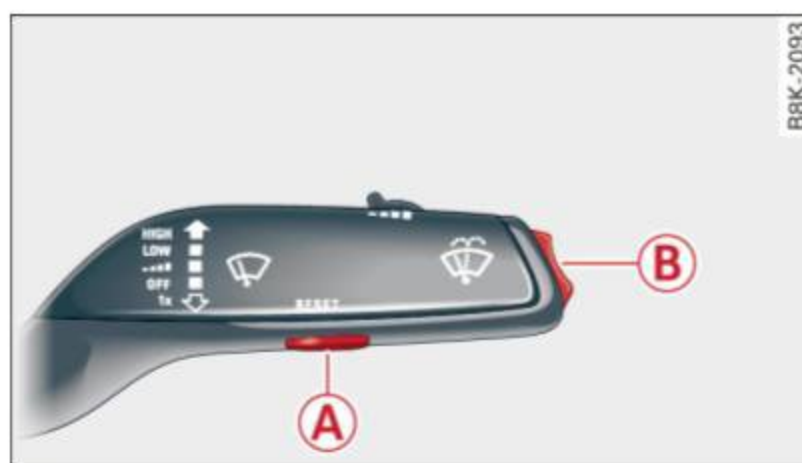

Fig. 11 Levier d'essuie-glace : commandes de l'ordinateur de bord
Vous pouvez passer de l'ordinateur de bord 1 à l'ordinateur de bord 2 en appuyant sur le bouton de remise à zéro **RESET** (réinitialiser) **A** ⇒ page 29, fig. 11.
- Pour afficher les niveaux d'ordinateur de voyage, appuyez à répétition sur le bouton de remise à zéro **RESET** **A** ⇒ fig. 11 jusqu'à ce que le niveau de mémoire voulu apparaisse à l'affichage.
- ▶ Avec le contact mis, appuyez sur le bouton **RESET** (réinitialiser) ⇒ *page 29, fig. 11* de manière répétée jusqu'à ce que l'indicateur de la température d'huile moteur apparaisse.